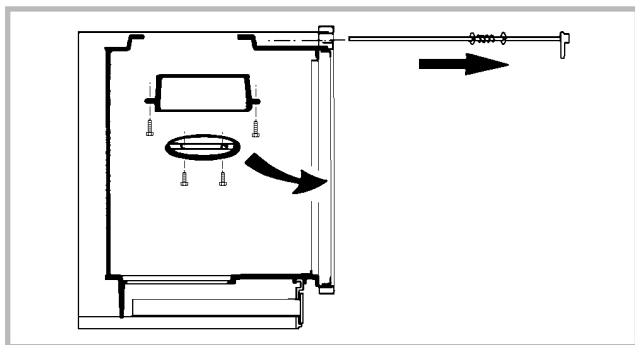

Figure 8 - Préparation de l'INSERT
- Remonter la clé de manoeuvre et le volet limiteur de tirage, la poignée de la clé doit être dirigée vers le bas et son axe doit être perpendiculaire au clapet (fig. 8).
**Très important** : afin d'éviter tout incident (feu de cheminée, etc..) les opérations d'entretien devront être réalisées régulièrement ; en cas d'usage fréquent de l'INSERT, procéder à **plusieurs ramonages annuels** de la cheminée et de la partie basse de la hotte où est raccordé le conduit de fumée (démonter la clé de manoeuvre et le volet limiteur de tirage, fig.8).